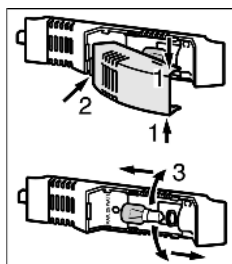

Fig. 13
- ▶ Возьмитесь за крышку лампы сверху и снизу *Fig. 13 (1)*.
- ▶ Выведите крышку лампы сзади из зацепления и снимите *Fig. 13 (2)*.
- ▶ Замените лампу накаливания *Fig. 13 (3)*.